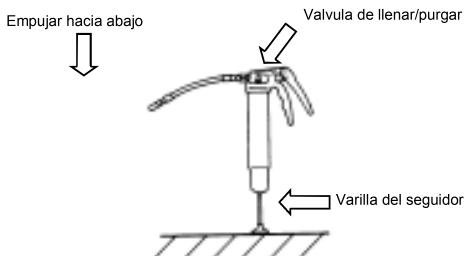

Fig 5
3) Apoye la manija de la varilla del seguidor sobre una superficie plana, empuje el engrasador con firmeza (fig 5). Saldrá un poco de grasa antes de que se purge el aire.